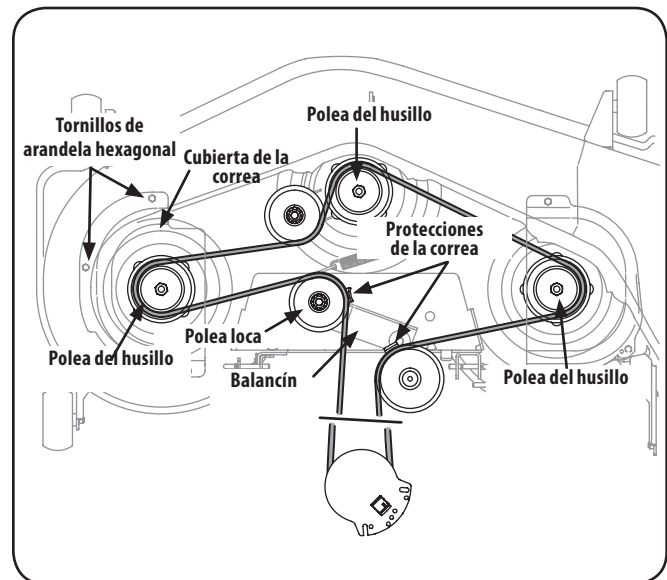

Figura 7-12
2. Retire los tornillos de arandela hexagonal que sujetan las cubiertas de las correas a la plataforma. Consulte la Figura 7-12.
5. Instale la nueva correa alrededor de las poleas del husillo tal como se muestra y reinstale las cubiertas de las correas. Consulte la Figura 7-12.
7. Coloque la correa como se indica en la Figura 7-12 y vuelva a instalar la plataforma (consulte Instalación de la plataforma en la página 30).